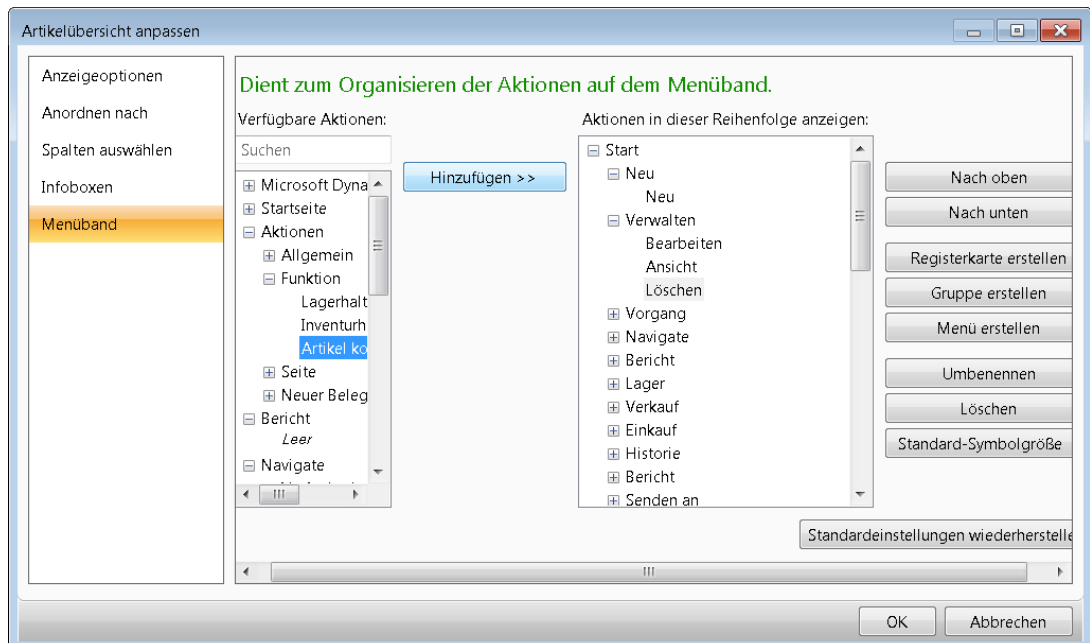

Abbildung 2.20 Hinzufügen des Befehls *Artikel kopieren* zum Menüband
- Im Dialogfeld zur Seitenanpassung wählen Sie zunächst die Gruppe *Verwalten* unter dem Registereintrag *Start* und markieren den Menübefehl *Aktionen/Funktion/Artikel kopieren* (siehe Abbildung 2.20).